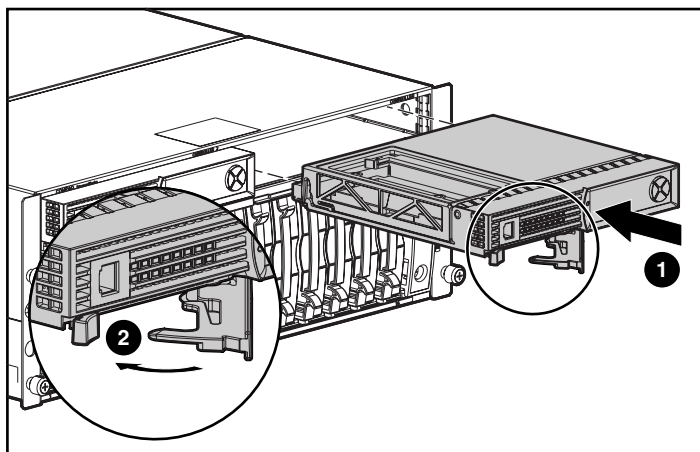

図 8: MSA1000 にコントローラをインストールする
7. コントローラを可能な限り奥まで押し込み ❶、フロント パネルと面が揃うまでラッチを内側へ押します ❷。図 8 を参照してください。